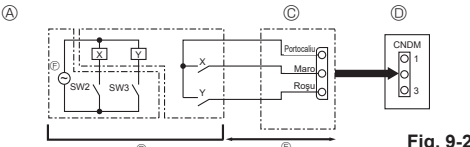

Fig. 9-2
9.2. Funcția la cerere (modificare la fața locului) (Fig. 9-2)